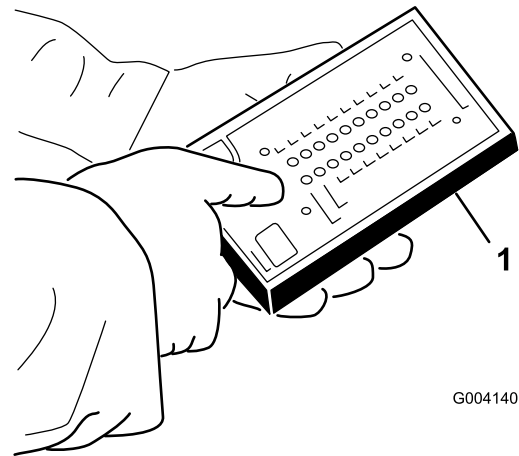

图 38
5. 将 ACE故障诊断器 接头连接至线束接头 (图 38)。